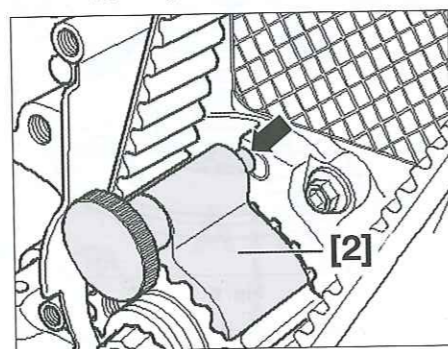

Fig. 13
- Montar de nuevo el freno de cigüeñal [2] terminando la rotación motor para que se aloje en la placa de estanqueidad (Fig.13).